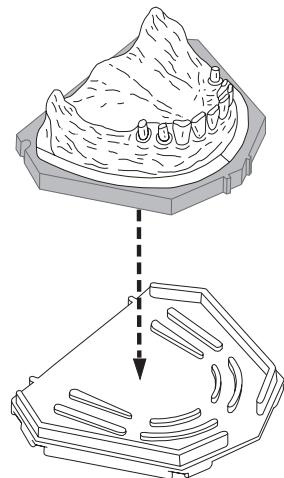

Fig. 2
8. Dar la vuelta a la base en posición de expulsión y expulsar el modelo presionando con cuidado y de manera uniforme el Accu-Trac contra la base para evitar que el modelo se rompa (fig. 2).